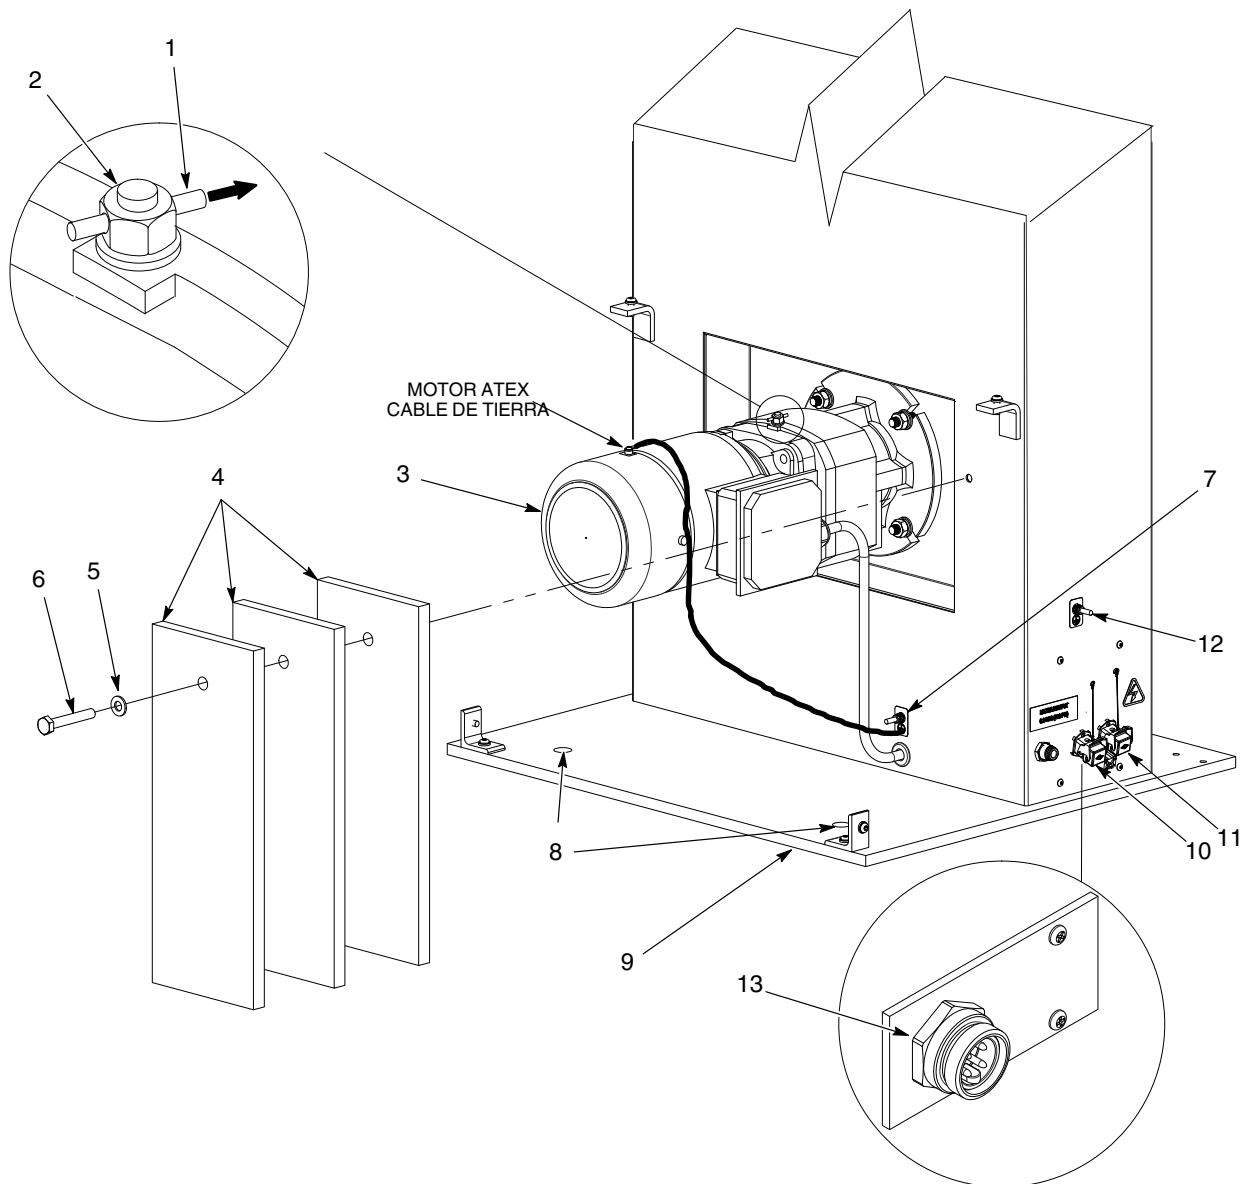

Figura 3 Instalación
- b. Ver la figura 3. Instalar los contrapesos (4) en el oscilador utilizando el tornillo y (6) las arandelas de bloqueo (5). Apretar bien el tornillo.
2. En caso de montar el oscilador en el suelo o en un soporte fijo, utilizar los cuatro orificios de montaje existentes (8) en la base del oscilador (9). En caso necesario, hacer nuevos orificios en la base o en el suelo. Emplear pasadores de tamaño adecuado para fijar el oscilador.
Ver la figura 3. Conectar el oscilador a una buena toma de tierra utilizando el pilar de tierra (12). Comprobar la puesta a tierra y asegurarse de que cumple con los requerimientos de los códigos locales.
- a. Ver la figura 3. Conectar el cable de alimentación desde el controlador de sistema hasta el conector (10).